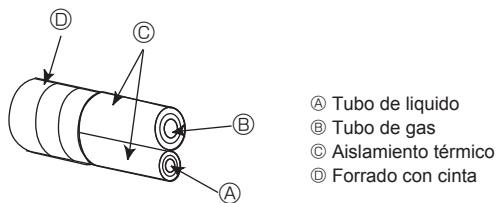
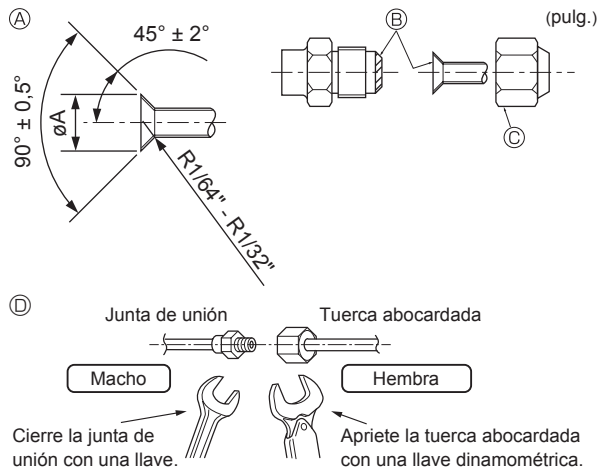

Fig. 4-5
Fig. 4-6
A (Fig. 4-6)
4.3. Tubos de conexión (Fig. 4-5) (Fig. 4-6)
[Fig. 4-6]